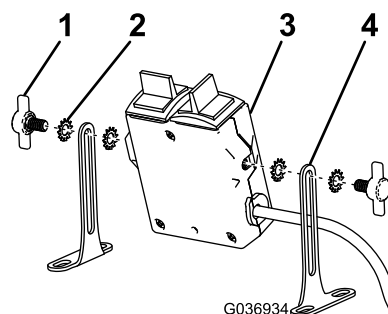

Bild 3
3. Befestigen Sie die Befestigungshalterungen mit vier Zahnscheiben und zwei Rändelschrauben am Steuergerät (**Bild 3**).